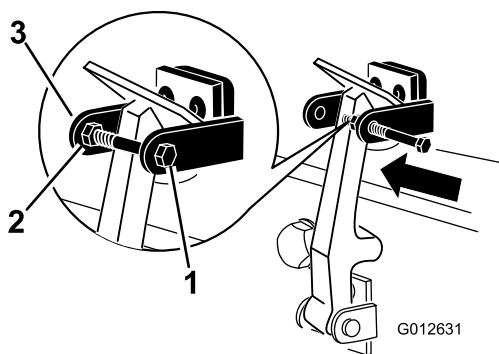

Figure 10
8. Vissez le boulon dans l'autre bras du support de loquet du capot pour bloquer le loquet en position (Figure 10). Serrez le boulon mais pas l'écrou.